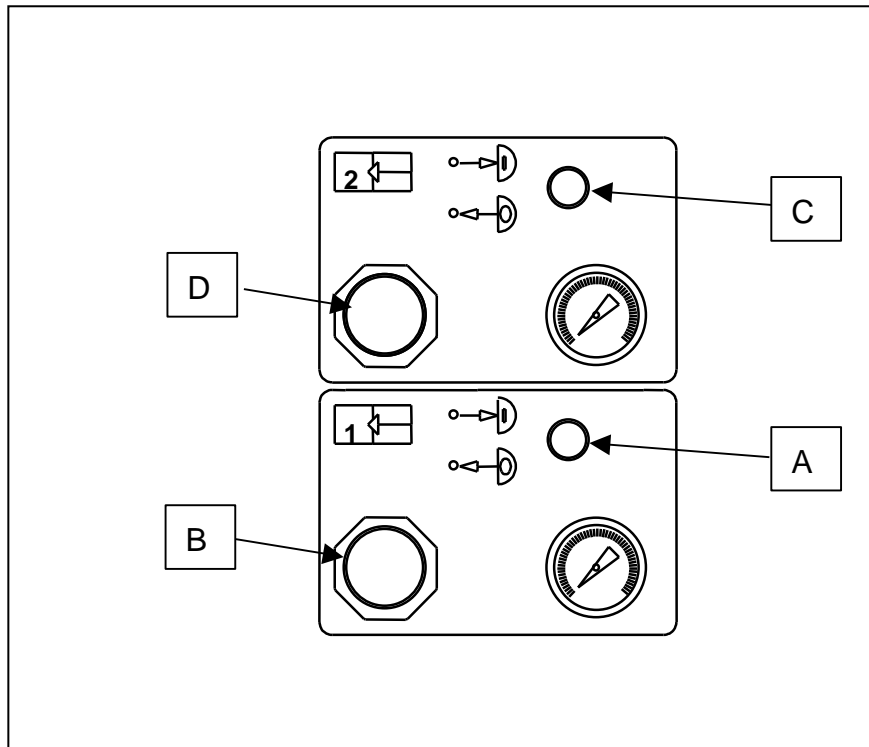
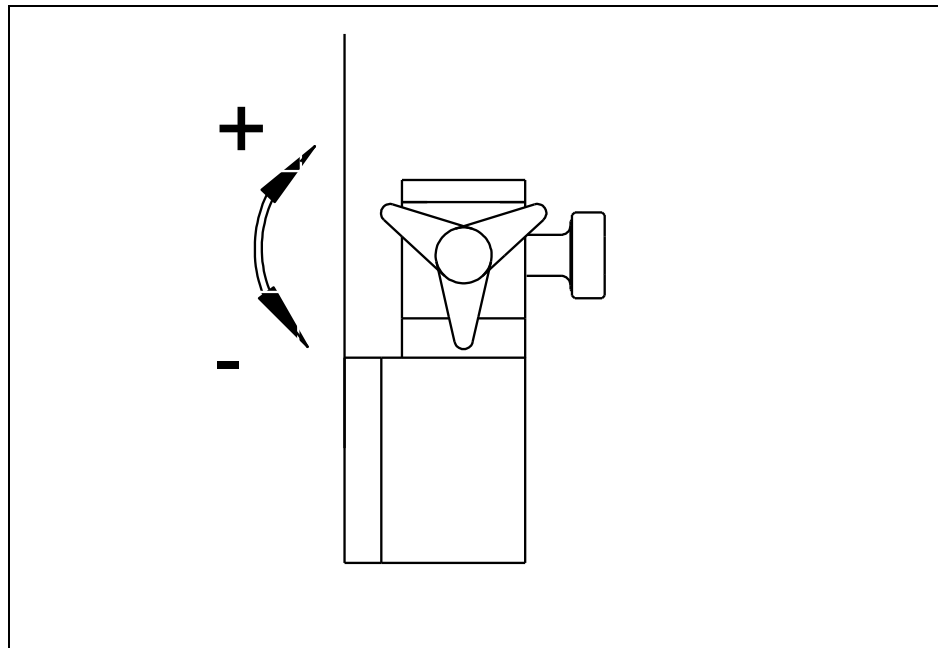

ABBILDUNG 3.2.1
ABBILDUNG 3.2.2
- *Kontrolle der Steuerungen des Homogenisierdrucks (Abbildung 3.2.1) (Pneumatikschalter A und Verminderer B), sie müssen ordnungsgemäß gelockert sein oder auf OFF stehen; die Einrichtungen für die manuelle Steuerung müssen vollständig gelockert sein. (Abb. 3.2.2).*